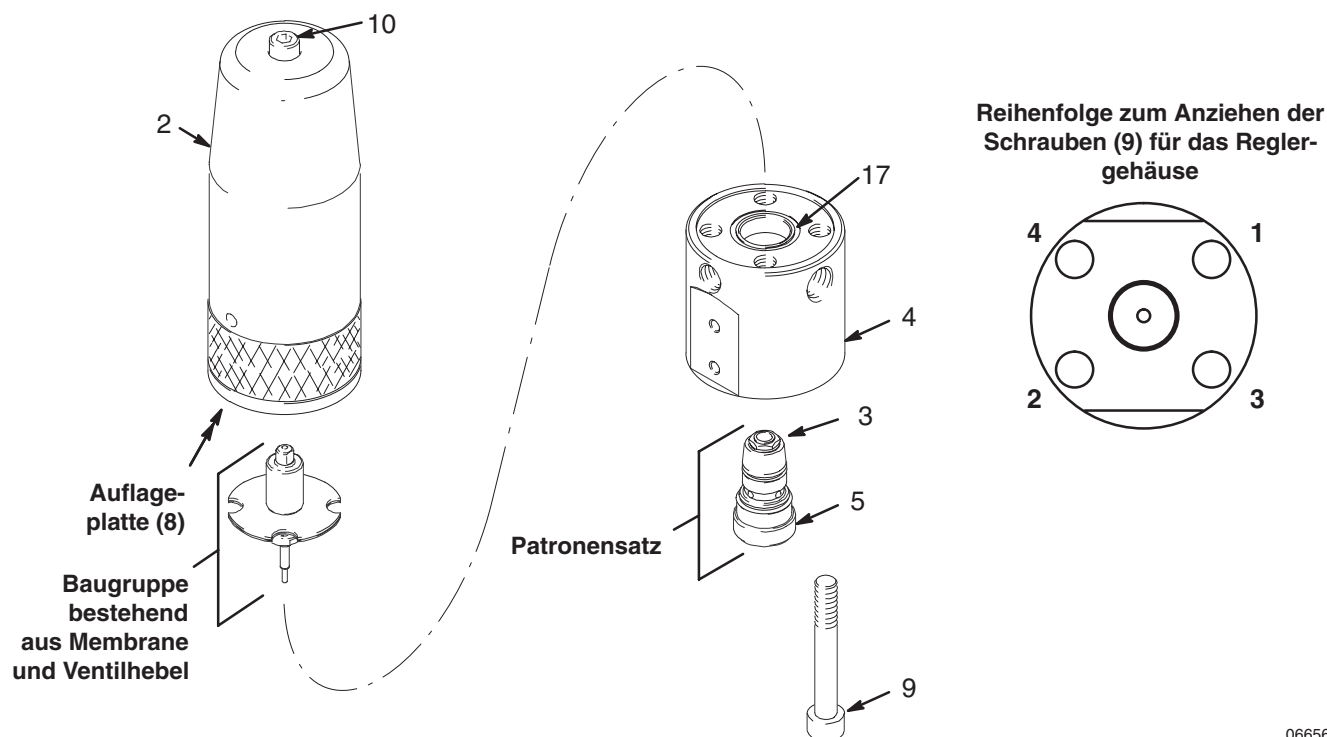

Abb. 3
Siehe Abb. 3. Zum Auswechseln der Membranen die nachfolgenden Schritte ausführen. Teile, die in Abb. 3 nicht dargestellt sind, sind in der **Teilezeichnung** auf Seite 14 enthalten.
10. Die Löcher in den Membranen mit der Auflageplatte (8) ausrichten.
11. Die Auflageplatte mit den Membranen über dem Gehäuse (4) einbauen. Die Auflageplatte (8) fest gegen das Gehäuse drücken und die vier Gehäuseschrauben (9) installieren.
12. Die Gehäuseschrauben (9) zuerst mit 27 bis 34 Nm anziehen, dann in der in Abb. 3 gezeigten Reihenfolge mit 41 bis 48 Nm anziehen.